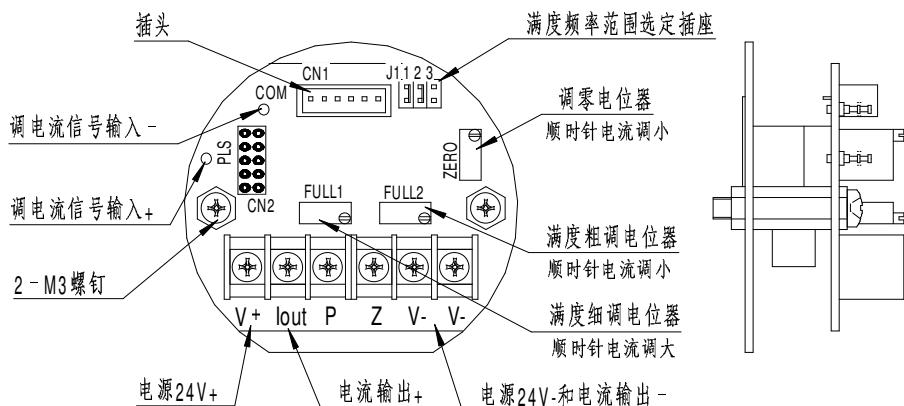

图 6 LPJ-12D/FI 型转换器的调校端子及电位器说明
1. LPJ-12D/FI 型转换器的调校端子及电位器说明(见图 6)